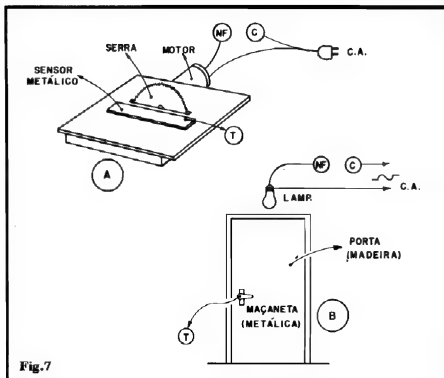

Fig. 7
- **FIG. 7 -ALGUMAS SUGESTÕES PRÁTICAS** - São muitas as possibilidades aplicativas do SPOTA, e o Leitor/Hobbysta deverá por os "neurônios" para funcionar, buscando utilizações realmente práticas, válidas e vantajosas... Na figura, temos dois diagramas/exemplos bastante práticos: